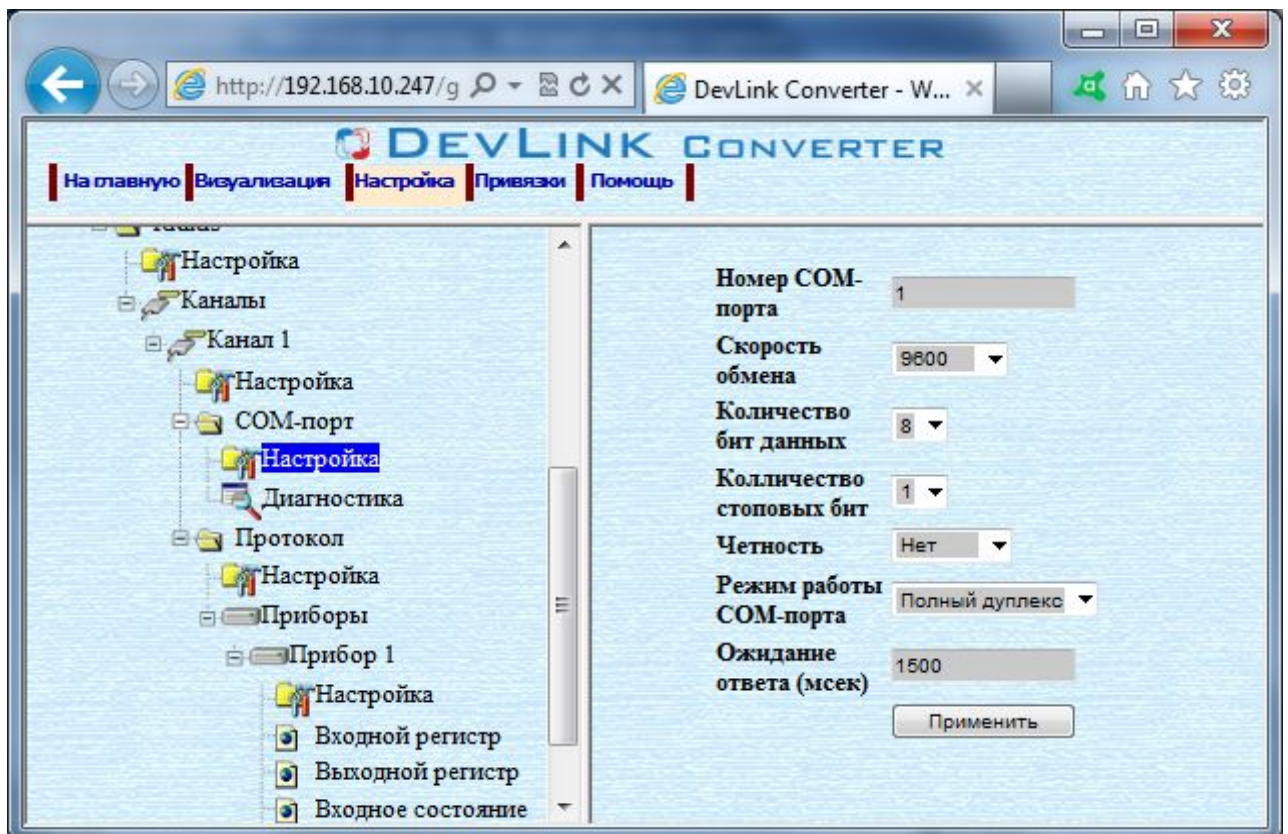

Рисунок 3.9 – Настройка модуля COM-порта
- 2 Выбрать в дереве объектов папку **Настройка** модуля COM-порта нужного канала драйвера (рисунок 3.9). В результате в правом фрейме (фрейм **Настройка**) конфигуратора появятся соответствующие элементы управления для настройки модуля COM-порта
- 3 Задать необходимые настройки и для их применения нажать на кнопку **Применить** (рисунок 3.9).